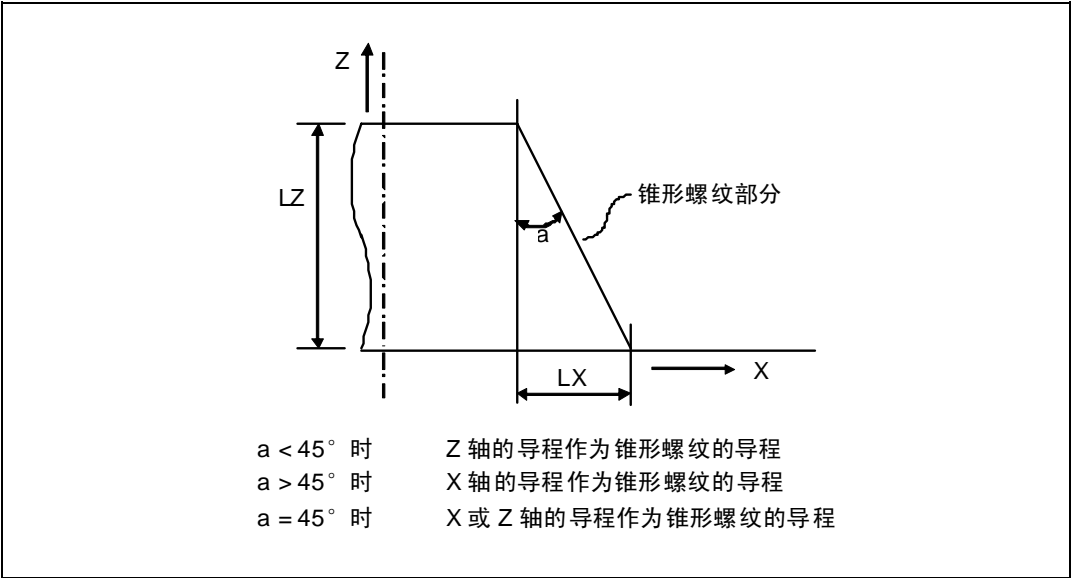

图6-10 锥形螺纹导程选择示意图
- (1) E指令可用于指定英制螺纹切削的螺纹圈数或精密导程，具体使用哪一种类型，以机床制造商的说明书为准。
- (2) 指定螺纹切削中移动距离较长的轴方向的导程，作为锥形螺纹的导程，如下图6-10。